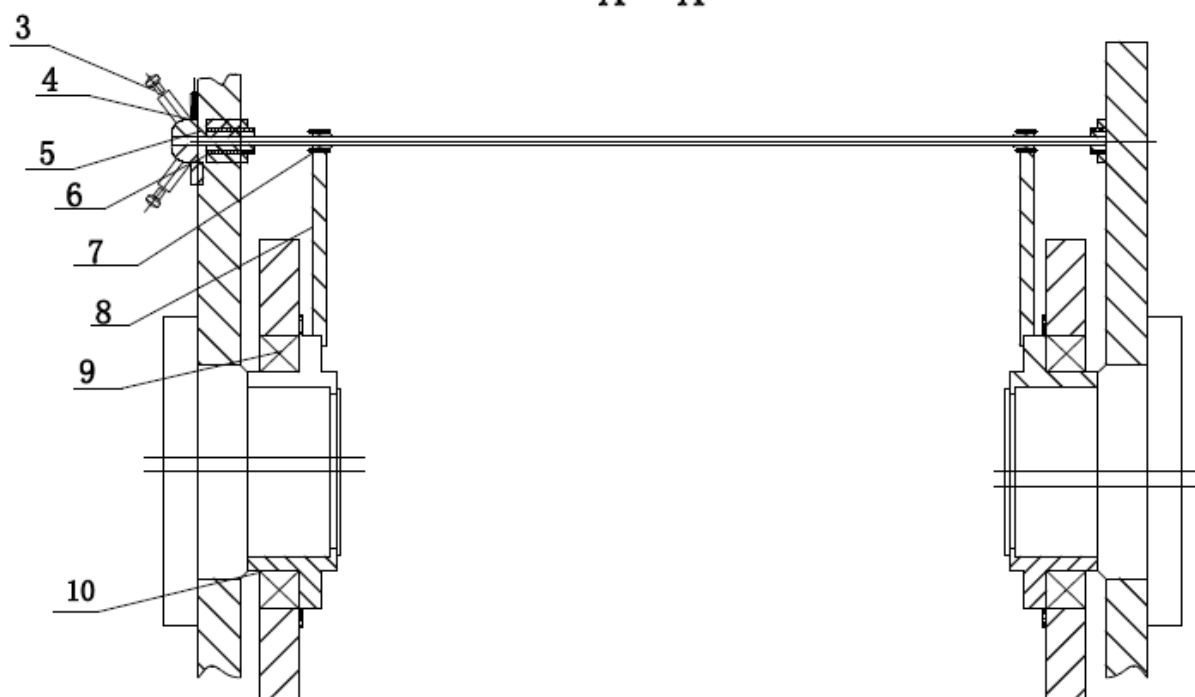

Рисунок 3 Регулировка зазора между балкой
При регулировке зазора (см. рис. 3) ослабьте зажимные винты (3), поверните ручку на необходимую градуировку. Затем зажмите винты (3).